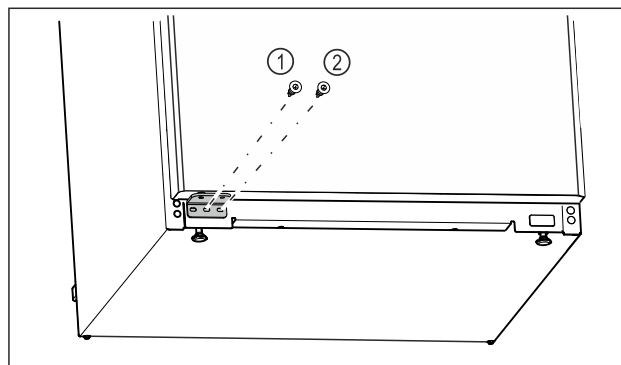

Fig. 18
- Skruva fast lagerbockens mellersta skruv Fig. 18 (1) med skruvmejsel Torx 20.
- Skruva fast lagerbockens inre skruv Fig. 18 (2) med skruvmejsel Torx 20.